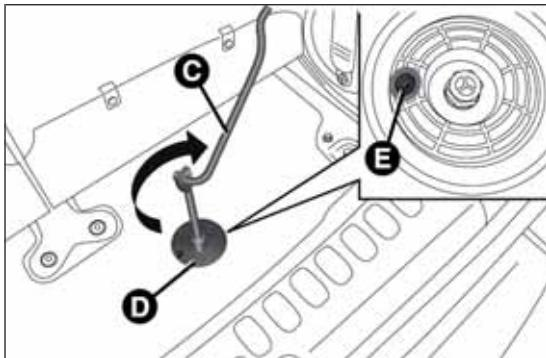

fig. 39
- inserire la chiave C fig. 39 sul dispositivo D e ruotarla in senso orario in modo da avvitare il bullone di bloccaggio supporto ruotino di scorta. Il